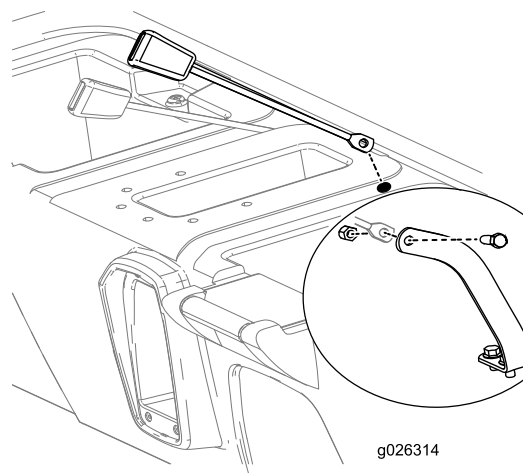

Figure 11
que vous venez de percer dans la base du siège (Figure 11).
9. Fixez le côté récepteur de chaque ceinture de sécurité à chaque ancrage à l'aide d'un boulon (7/16 po) et d'un écrou (7/16 po), comme montré à la Figure 11.